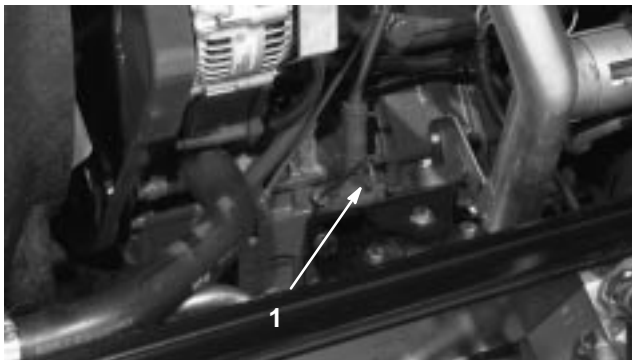

Bild 4
3. Entfernen Sie den Peilstab, wischen ihn ab und führen ihn wieder in das Rohr ein; ziehen Sie ihn dann wieder heraus. Der Ölstand sollte bei der Markierung „Voll“ am Peilstab sein (Bild 4).